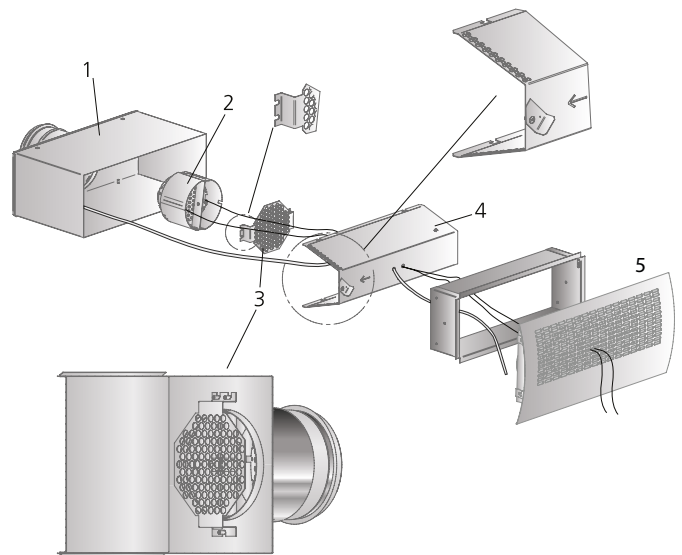

Abbildung 1. Montage
Die Strahlkomponente ist mit drehbaren Düsen vom Typ Varizon ausgerüstet. Nach Abnehmen der Strahlkomponente sind diese zur Veränderung der Luftverteilung an der Rückseite zugänglich, siehe Abbildung 1. Die Düsen sind um 360° drehbar, um den Luftstrom genau ausrichten zu können.
4. Montage und Demontage der zugehörigen Teile geht aus Abb. 1 hervor.
5. Die Sprühkomponente wird in den Befestigungsrahmen gedrückt. Siehe Abbildung 1.
Die Einregulierung muss nach Montage des Frontteil erfolgen. Messschlauch und Klappenstellvorrichtung werden durch das Frontteil gezogen. An den Messschlauch wird ein Manometer angeschlossen. Mit Hilfe des k-Faktors des Auslasses kann der gewünschte Einregulierdruck ausgerechnet werden. Nach Festlegung der Klappenposition werden die beiden Klappenschnüre in einem sog. Einregulierknoten verbunden, um die Klappenposition anzuzeigen, siehe Abbildung 1.
Der Luftauslass wird bei Bedarf mit lauwarmem Wasser mit Zusatz von Geschirrspülmittel bzw. alternativ mit Staubsauger und Bürste gereinigt. Das Kanalsystem ist nach Demontage bis zum Anschlusskasten zugänglich. Siehe Abbildung 1.